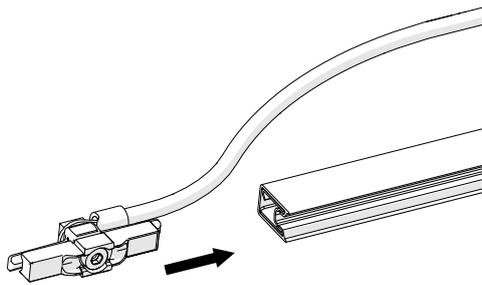

Abb. 109: Schraubverbindung mit einem Schraubendreher leicht öffnen (½ Umdrehung), ggf. die Vierkantsmutter arretieren, um das Öffnen zu ermöglichen
- Die Schraube mit einem Schraubendreher für Innensechskantschlüssel SW 3 lösen, Verbinderteile in die montierte Schiene mit Isolierprofil einführen (siehe Abb. 109).